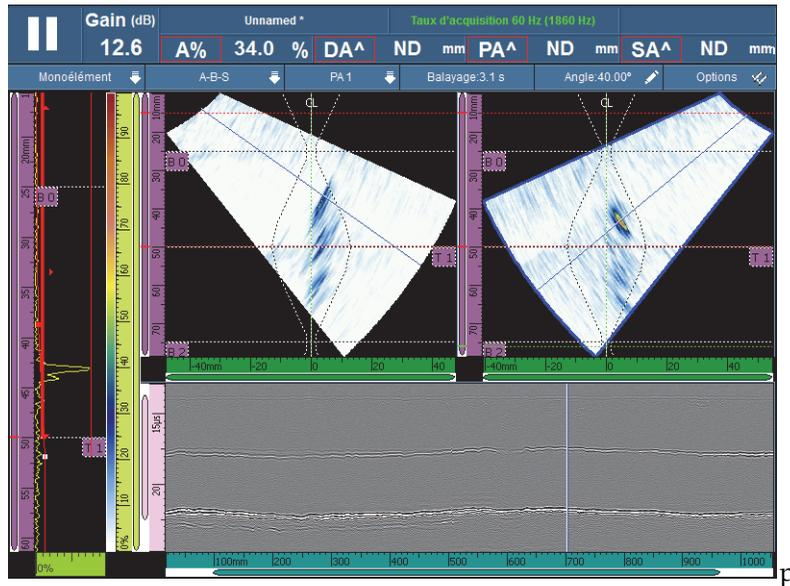

Figure 6-2 Disposition de soudure PA-UT (A-B-S)
(1) Entrez les nombres d'éléments aux paramètres **Émetteur** et **Récepteur**, s'il y a lieu.
(2) Sélectionnez **Suivant**.
8. Sélectionnez la disposition dans la section disposition de la barre de titre (voir la Figure 6-2 à la page 173).